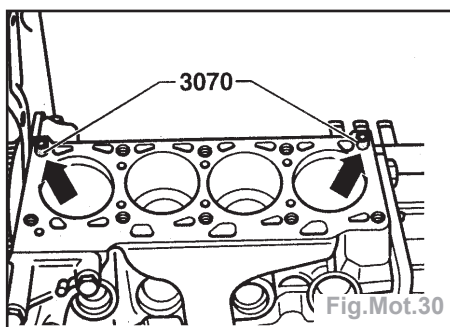

Fig.Mot.30
- Pour le centrage, visser les pivots de guidage de **3070** dans les alésages extérieurs coté admission (Fig.Mot.30).